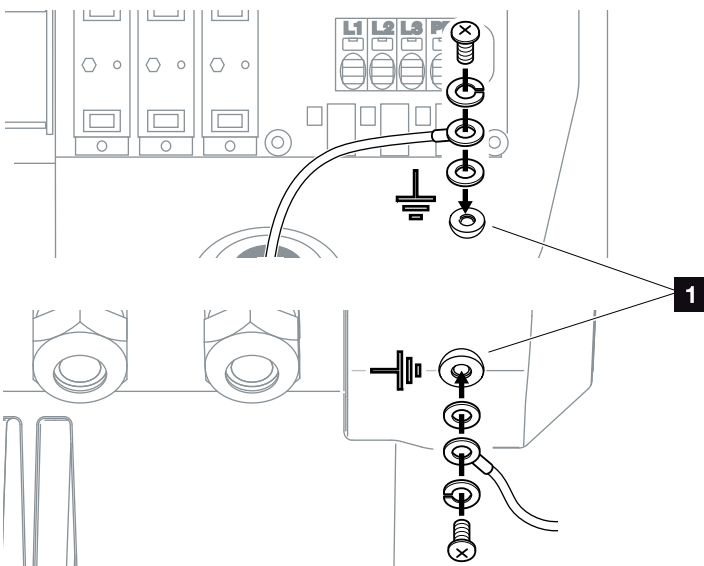

Fig. 23: Conexión PE específica del país interior/exterior
9. En países en los que se prescribe una segunda conexión PE, esta debe conectarse en el punto marcado de la carcasa (interior o exterior) con el par predefinido de 3 Nm (M6). **Fig. 23, pos. 1** **!**